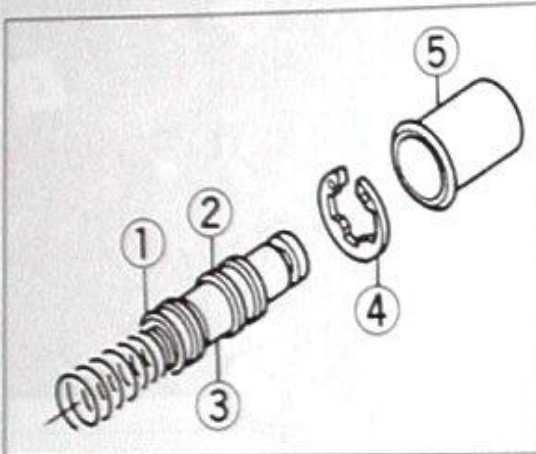

Bild 247
- Staubkappe mit zarter Spitzzange «herauspopeln» und Seegerring mit entsprechender Zange entfernen. Dabei Kolben gegen Feder eindrücken. Kolben und Feder entnehmen (Bild 247).